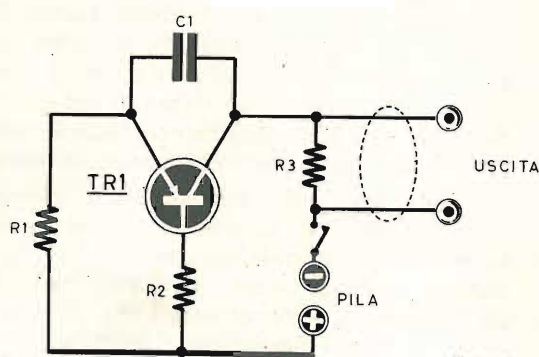

FIG. 1
Come vedete dal disegno d'insieme riprodotto in Fig. 1, l'ala occupa la parte più importante di tutta la costruzione. La realizzazione è a traliccio quindi comporta la costruzione di centine, longherone, bordo d'entrata e di uscita. L'ala dovrà essere costruita in due semiali o mezzeali che andranno poi unite in modo da formare un'ala unica da infilare nell'apposita apertura lasciata nella fusoliera.
Collegherete la parte mobile a quella fissa con l'aiuto di 8 strisce di tessuto molto fitto (fettuccia) disposte come in Fig. 1.
Per il carrello non vi sono particolari esigenze e voi potrete montare quello del tipo che vedete in Fig. 1 o un altro a vostra scelta ugualmente efficace.
**A**i radioariparatori particolarmente TV, ed ai radioamatori più evoluti, che abbisognano di precise misure e controlli, è dedicato il circuito a fig. 1.
E veniamo al tuffo vero e proprio. Cominceremo dalla partenza da seduti con i piedi immersi nell'acqua come vedete in fig. 1.
Notate in Fig. 1 la rigidità delle braccia con le mani ben tese e la testa abbassata per « infilarsi » nell'acqua e non caderci dentro battendo il viso o esibendovi nelle cosiddette « spanciate » così poco piacevoli sia per voi che battete sia per chi vi sta a guardare.
Anche per questo secondo esercizio manteremo la partenza da una base fissa come avete visto in Fig. 1. Ora la partenza avviene con un ginocchio che poggia a terra e l'altro sollevato per consentire la spinta. Notate come le dita del piede destro fanno presa sul bordo della piscina (Fig. 2) permettendo uno slancio leggermente più veloce di quello cui abbiamo accennato in fig. 1.